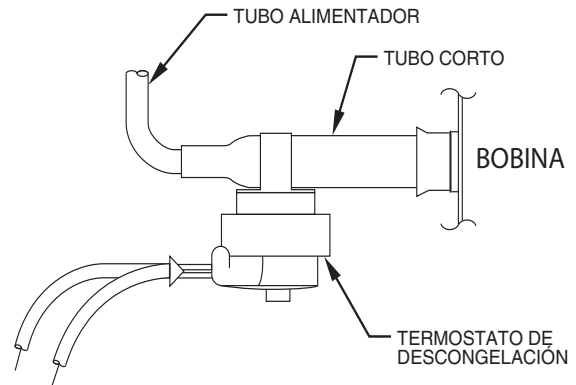

Fig. 10 – Termostato de descongelación
1. El puente a través de los terminales de DFT en el tablero de descongelación (Fig. 10). Con este método, se quita el termostato de descongelación del circuito y no se observa el funcionamiento del termostato de descongelación. Vaya al paso n.º 3.